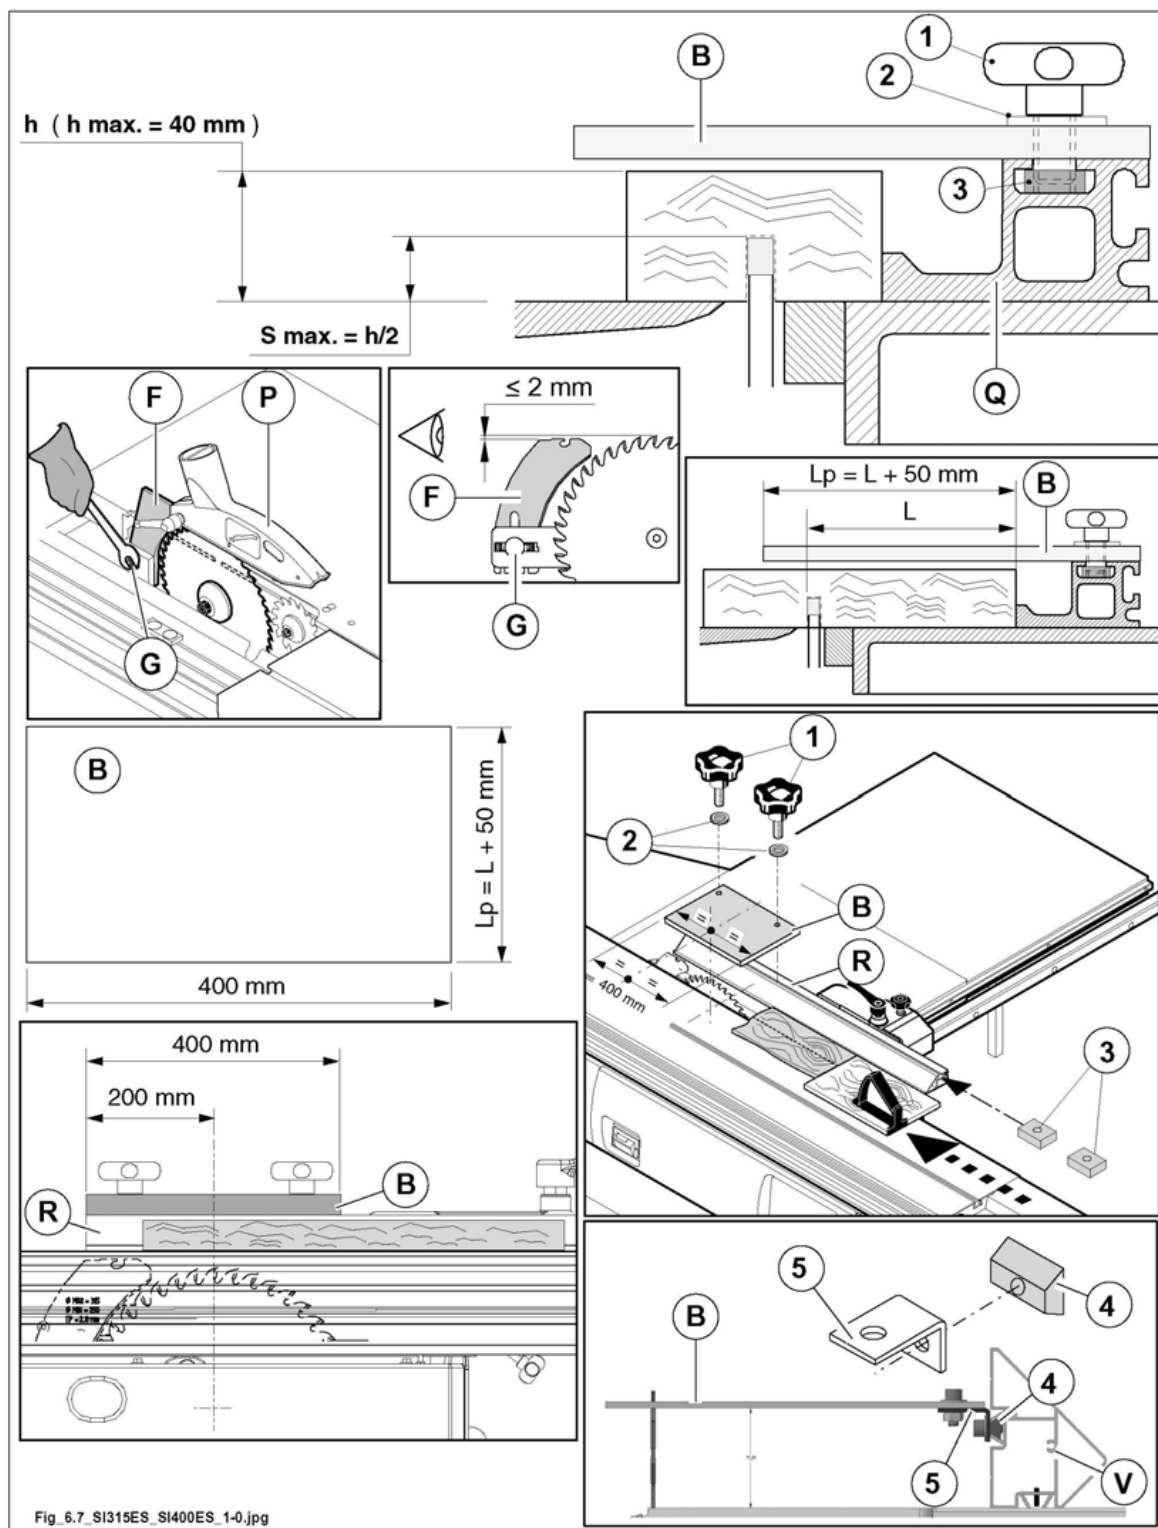

Abb. 6.7
- die Höhe der Position des Spaltkeils (F Abb. 6.7) regulieren, indem die Mutter (G Abb. 6.7) gelöst wird;
- eine Schutzvorrichtung (B Abb. 6.7, nicht vom Hersteller geliefert) aus "zerspanbarem" Material (bspw. Leichtmetalllegierungen, Plywood, Polyamid, Polypropylen oder andere Kunststoffe mit ähnlichen Eigenschaften) in den angegebenen Maßen bereitstellen.
Die Schutzvorrichtung (B Abb. 6.7) am Lineal (R Abb. 6.7) für den Parallelschnitt befestigen, wie in der Abbildung gezeigt. Hierfür werden die Befestigungsvorrichtungen verwendet (siehe Abb. 6.7):
- (1, 2 NICHT vom Hersteller geliefert), (3, vom Hersteller geliefert) für Lineal mit quadratischem Einschnitt (Q Abb. 6.7).
- (4, 5 vom Hersteller geliefert) für Lineal mit V-förmigem Einschnitt (V Abb. 6.7).